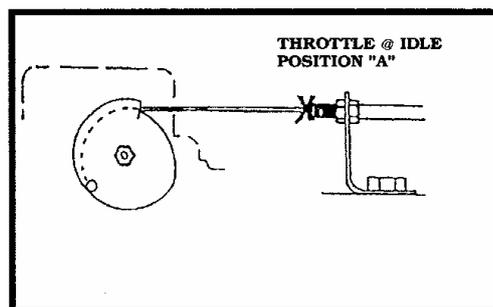

Figure 4
A. 于油门踏板完全释放的状况下，于油门钢索上作一记号 "A" (Figure 4)